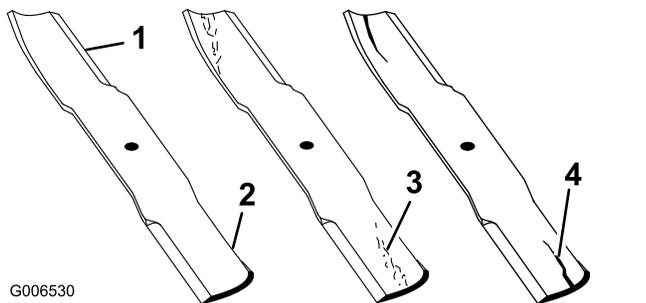

Рисунок 87
1. Осмотрите режущие кромки (Рисунок 87).
- При обнаружении признаков повреждения, износа или образования зазора в этой области немедленно замените нож (Рисунок 87).